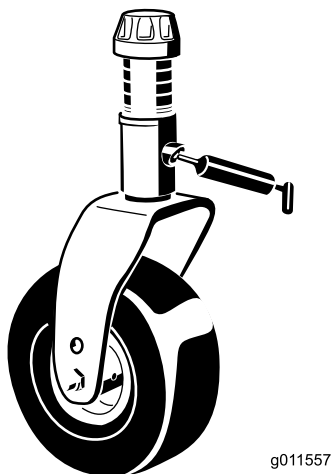

図 19
- ・ キャスタフォークのシャフトのベアリング（4ヶ所）（図 19）